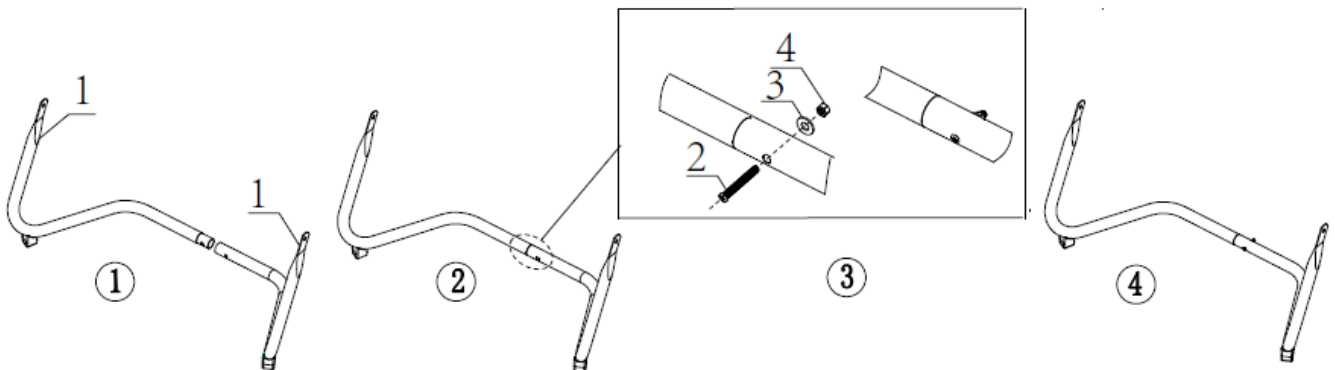

Abb. 1
Rechten und linken Stützbügel (1) aneinander befestigen und mit der Schraube (2), Unterlegscheibe (3) und Mutter (4) fixieren. (Abb. 1)